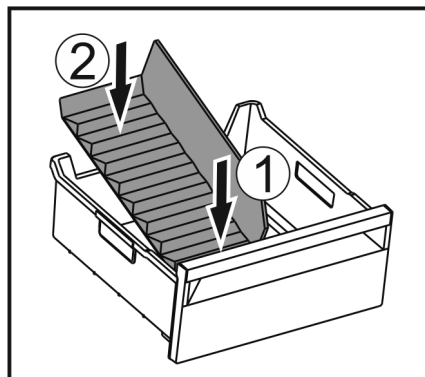

Fig. 132
- Vorderen Teil des Eisfach-Trenners einsetzen. Fig. 132 (1)
- Hinteren Teil des Eisfach-Trenners bis zum Schubfachboden absenken. Fig. 132 (2)